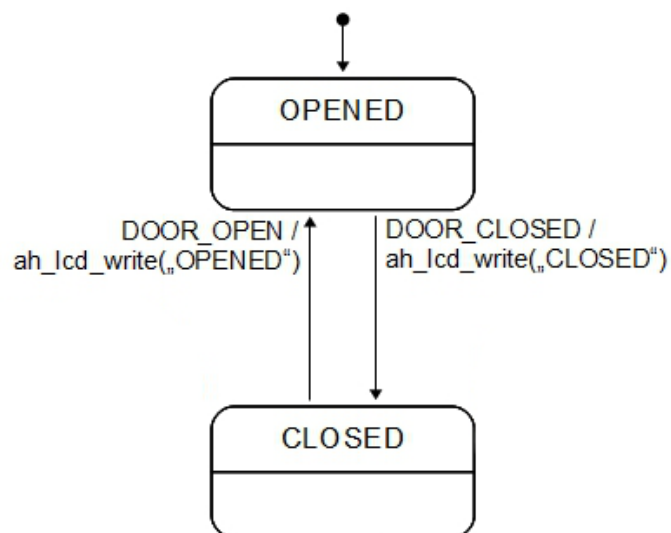

Abbildung 5: 'UML State Diagram' der Türkontrolle
In einem ersten Schritt soll eine einfache FSM gemäss Abbildung 5 für den „Türöffnungsmechanismus“ implementiert werden:
- Implementieren Sie die Funktion `fsm_handle_event()` im Modul `state_machine` gemäss dem Diagramm in Abbildung 5.